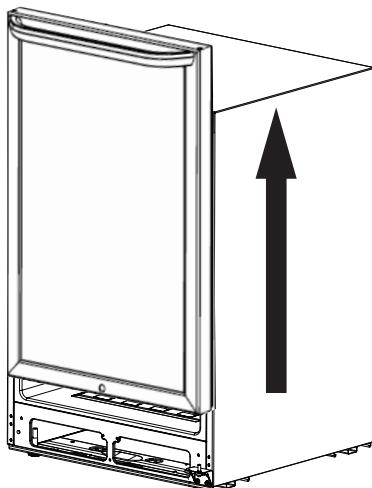

Figure 2
2. Saisir délicatement le haut de la porte, l'incliner légèrement vers l'avant pour dégager la charnière, puis soulever la porte du bas vers le haut de la charnière et la déposer sur une surface matelassée pour éviter les rayures. (Voir Figure 2.)